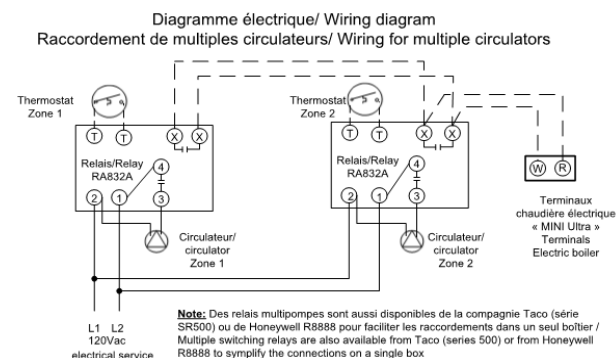

Figure 8 : Schéma de zonage par pompes multiples
N.B: Assurez-vous de bien positionner les ports A-B et AB de la valve trois voies (Voir fig. 8).
- Si l'installation est telle qu'illustrée à la figure 8 donc avec une valve trois voies dirigeant le débit seulement dans la chaudière en opération; installer un câble de calibre 18 et 3 conducteurs entre la valve et le bornier de la chaudière électrique. Raccorder par la suite l'interrupteur de fin de course (fil gris et orange) de la valve au T T de la chaudière auxiliaire. La température d'opération de la chaudière auxiliaire n'est pas contrôlée par le contrôleur de la chaudière électrique, elle doit être contrôlée par ses propres contrôles d'opération et de limite.